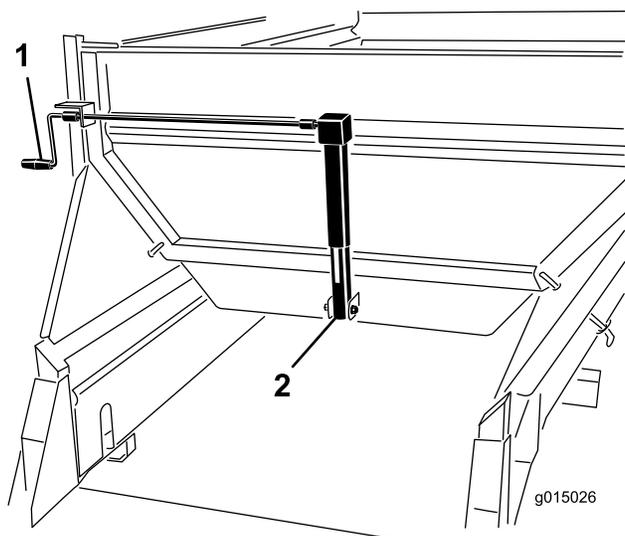

Рисунок 45
Поверните коленчатый рычаг для регулировки борта (Рисунок 45) так, чтобы совместить стрелку с центром секции требуемого цвета (желтой в нашем примере).
1. Поверните коленчатый рычаг для регулировки борта (Рисунок 45) так, чтобы совместить стрелку с центром секции требуемого цвета (желтой в нашем примере).